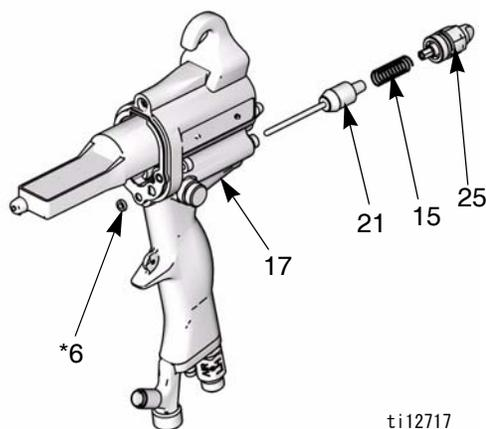

図 21. エアバルブ
3. 液体調整バルブ (25) をハンドル (17) から取り外します。スプリング (15) を取り外します。図 21 をご参照下さい。